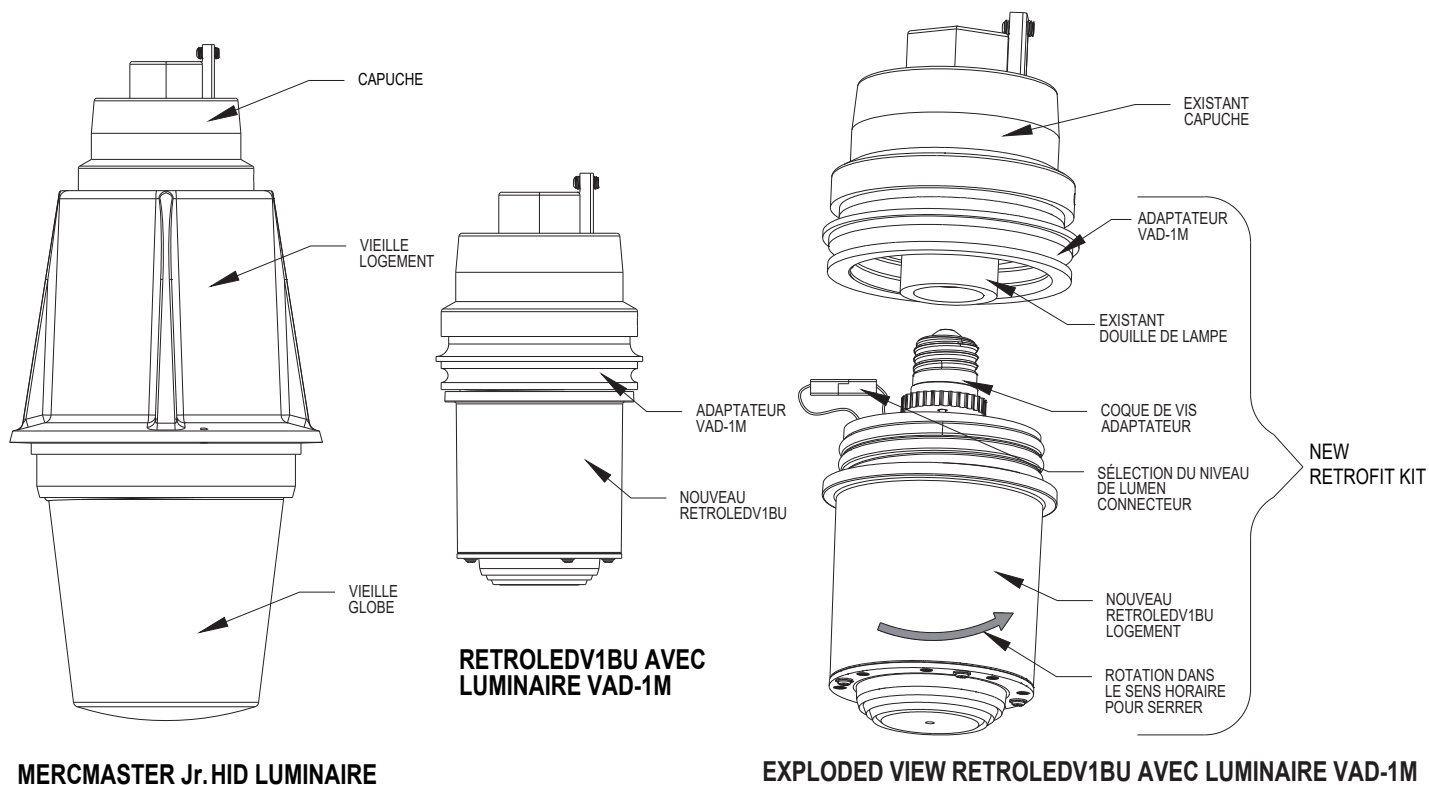

FIGURE 11: MERCMASTER Jr. HID LUMINAIRE AS RETROLEDV1BU AVEC LUMINAIRE VAD-1M
2. Retirez l'ancien globe, la protection, le réflecteur et l'ampoule à incandescence, l'ancien boîtier et éliminez/recyclez conformément aux exigences locales. [Voir Figure 11 - Luminaire HID Mercmaster Jr. en tant que luminaire LED RETROLEDV1BU AVEC VAD-1M.
7. Vissez l'adaptateur de coque dans la prise disponible maintenant via le VAD-1M (pour utiliser avec RETROLEDV1BU) ou le VAD-2M (pour utiliser avec RETROLEDV5BU). [Voir Figure 11 - Mercmaster Jr. HID vers Retromaster].
9. Engagez tous les filets Retromaster dans le capot/adaptateur existant, jusqu'à ce qu'il repose entièrement sur le joint existant. [Voir Figure 11 - Mercmaster Jr. HID luminaire comme RETROLEDV1BU AVEC VAD-1M luminaire].